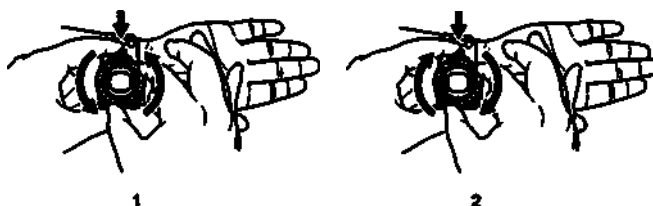

Figure 3. Utilisation du cadran pour régler la pression.
1. Pour diminuer la pression sur le site d'accès, appuyer sur le système de blocage du cadran d'une main et faire simultanément tourner le cadran dans le sens inverse des aiguilles d'une montre de l'autre (figure 3, détail 1). Pour augmenter la pression sur le site d'accès, appuyer sur le système de blocage du cadran d'une main et faire simultanément tourner le cadran dans le sens des aiguilles d'une montre de l'autre (figure 3, détail 2).